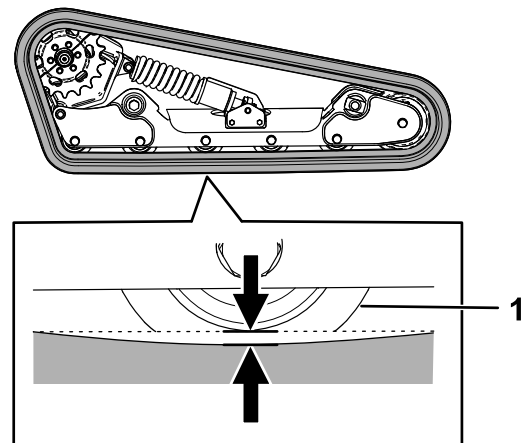

Figure 56
Levez/soutenez un côté de la machine et, en vous aidant du poids de la chenille, vérifiez qu'un espace de 13 mm existe entre le bas du rebord du galet de roulement et la chenille, comme montré à la Figure 56. Si ce n'est pas le cas, réglez la tension des chenilles comme suit :
5. Avec une clé à cliquet de ½ pouce, tournez la vis de tension jusqu'à obtention d'une flèche de 13 mm, comme montré à la Figure 56.
9. Vérifiez que la flèche est de 13 mm, comme montré à la Figure 56. Réglez au besoin.
20. Avec une clé à cliquet de ½ pouce, tournez la vis de tension dans le sens antihoraire jusqu'à obtention d'une flèche de 13 mm, comme montré à la Figure 56.
25. Vérifiez que la flèche est de 12,7 mm, comme montré à la Figure 56.